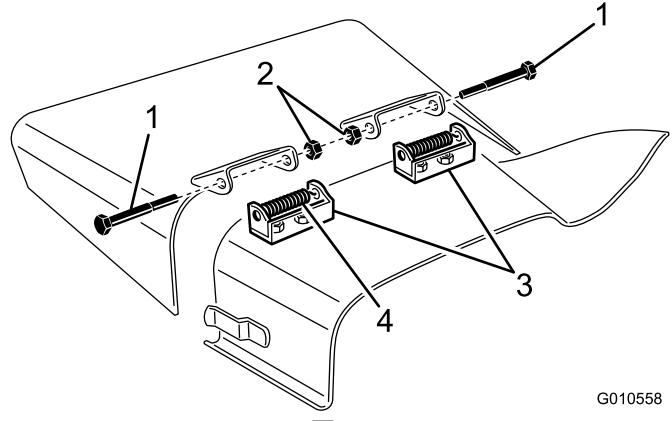

図 29
4. デフレクタマウントをピボットブラケットに固定しているキャップスクリュ、ロックナット、スプリングを外す (図 29)。
5. ピボットブラケットを外すには、キャリッジボルトとナットを外す (図 29)。